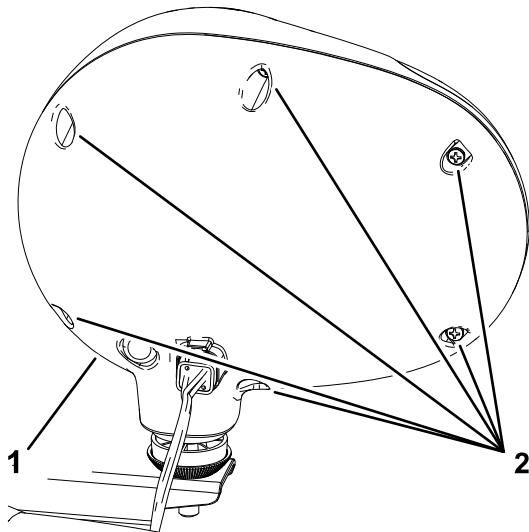

Figura 73
2. Retire os 6 parafusos que prendem a luz de trabalho (Figura 73).
3. Retire a tampa da luz de trabalho (Figura 73).